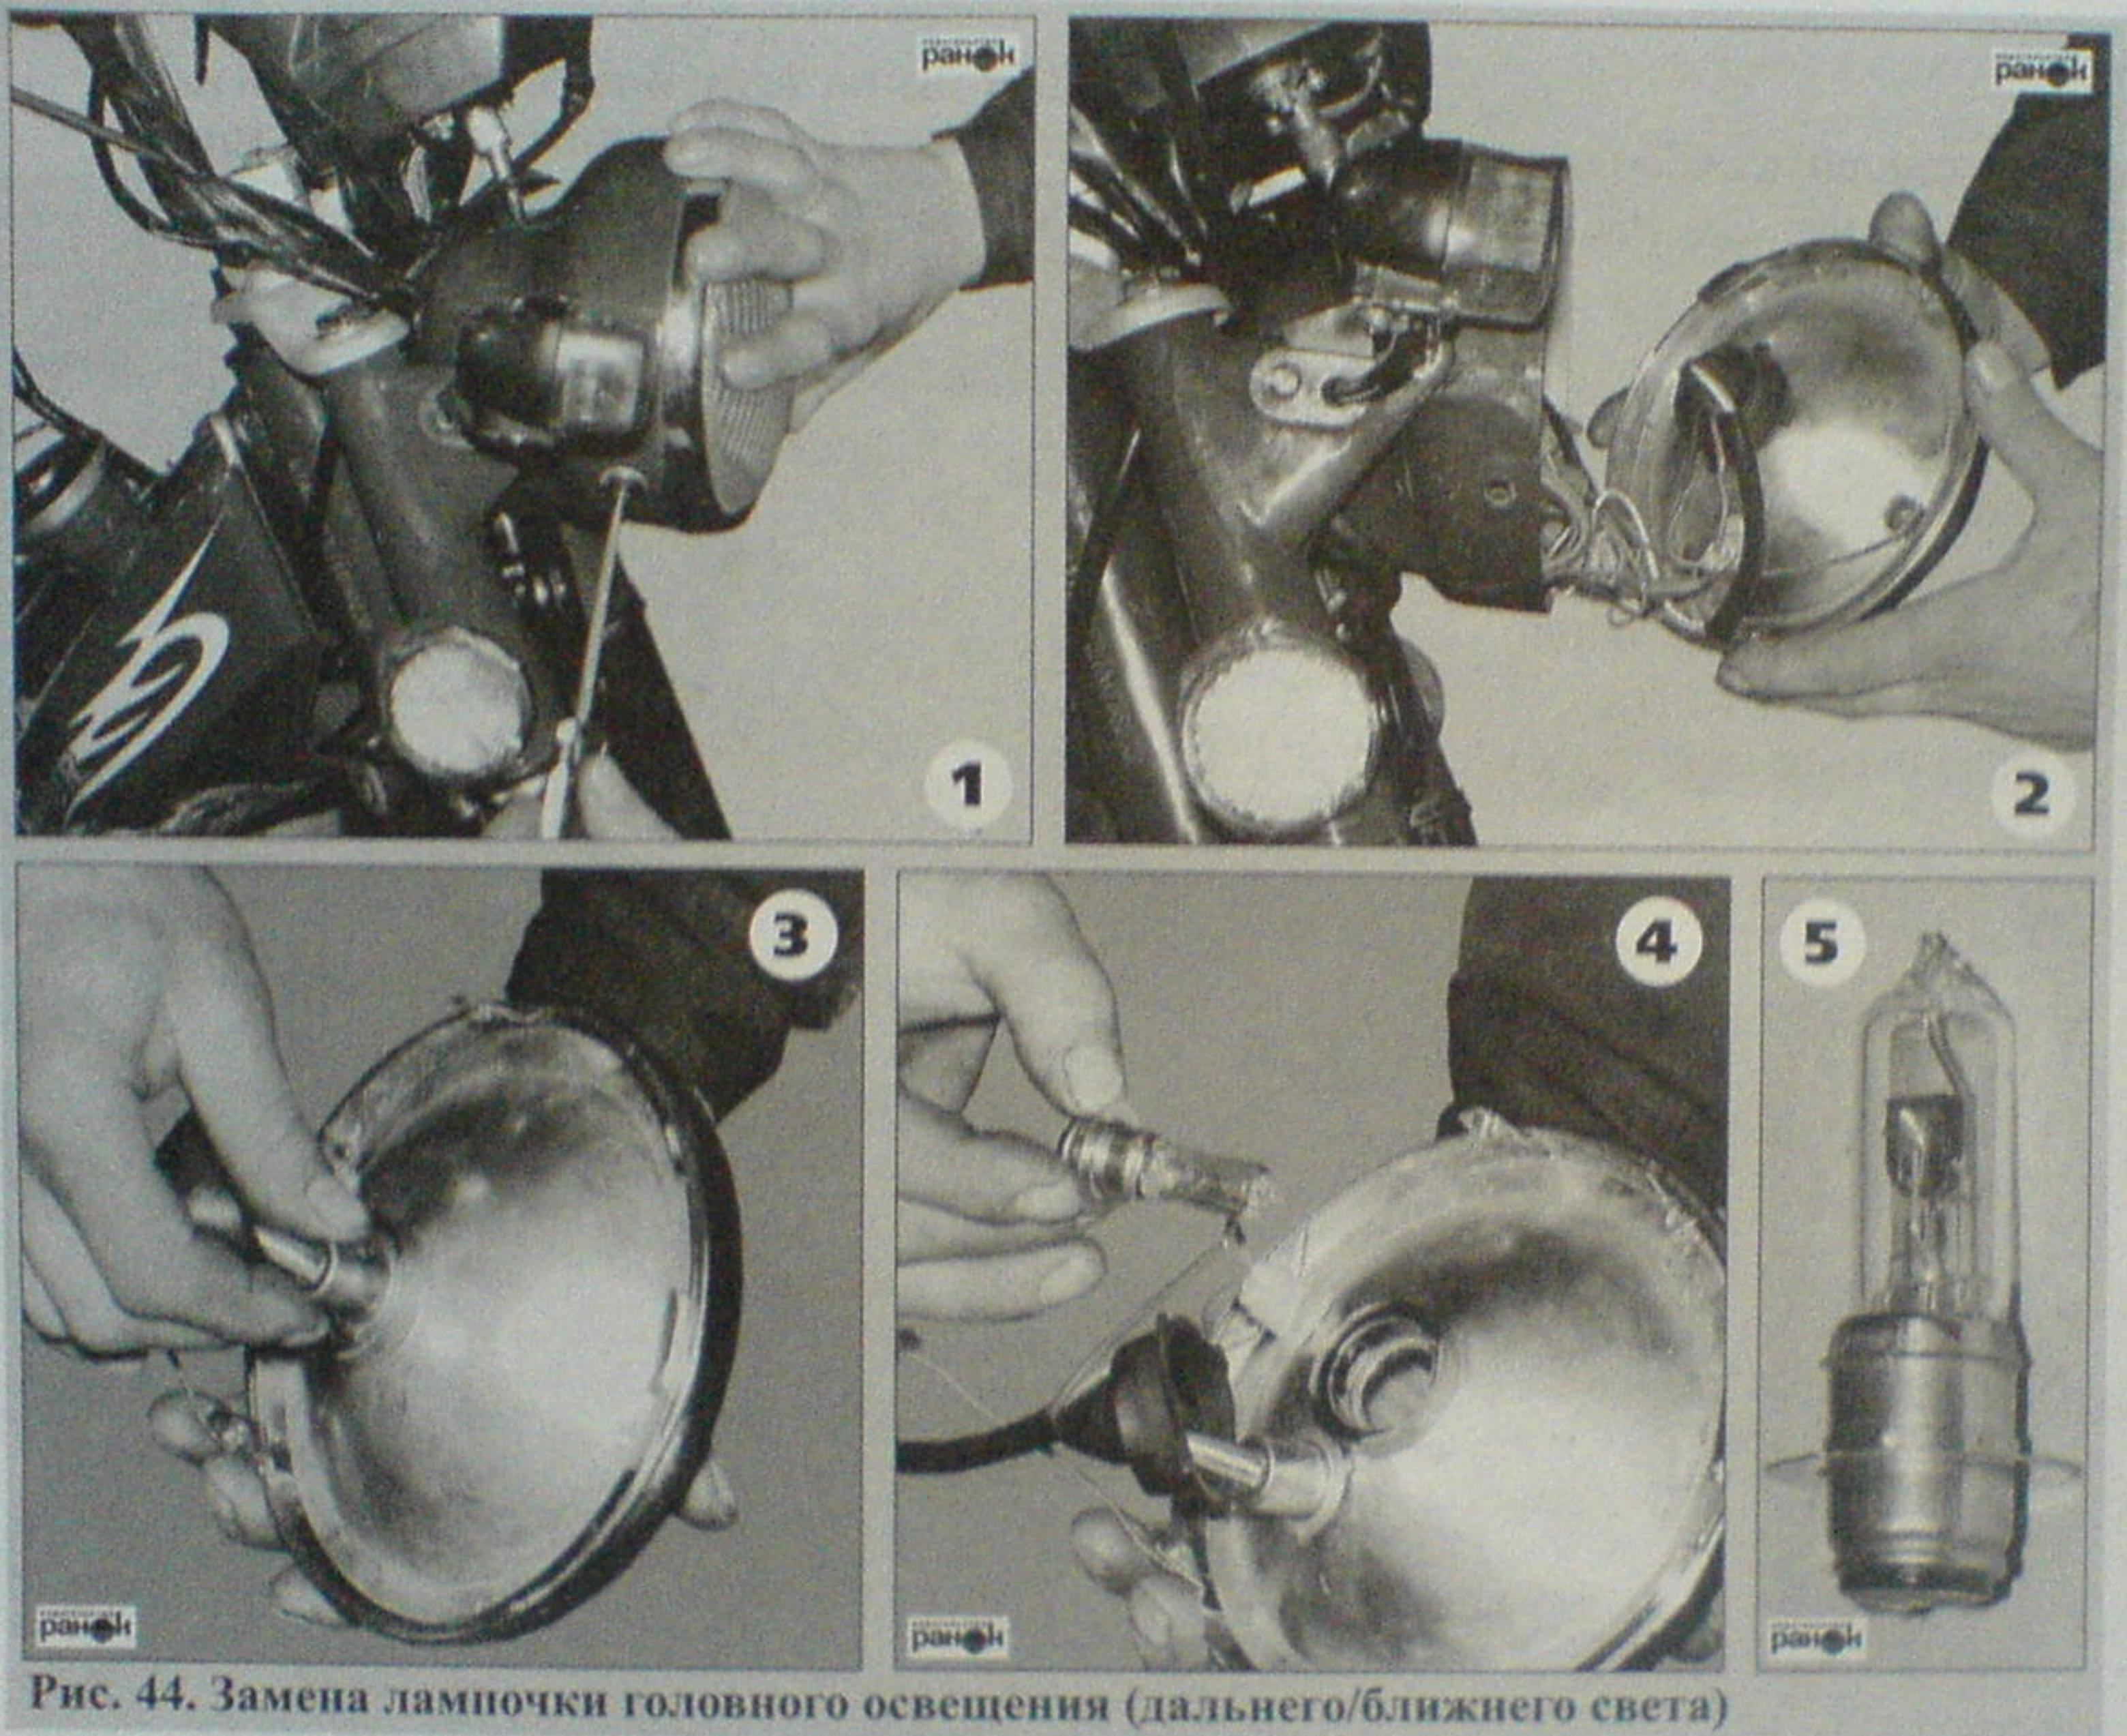

Рис. 44. Замена лампочки головного освещения (дальнего/ближнего света)
- открутить винт крепления корпуса фары (рис. 44);